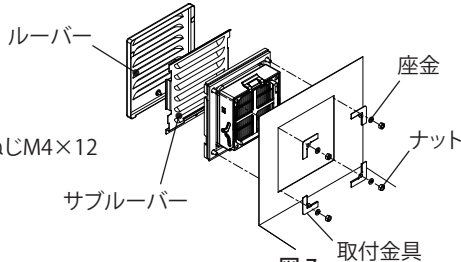

図7
② SLS-17FR(C)・FSR に付属されている取扱説明書に従い、SLS-17FR(C)・FSR をキャビネットに固定してください。(図7)